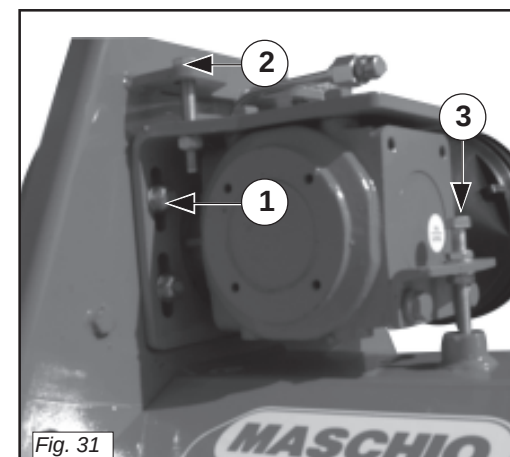

Fig. 31
- Allentare i bulloni che fissano il mozzo della puleggia superiore (1 Fig. 31) e il moltiplicatore (3 Fig. 31).
- Agire sulle viti (2 Fig. 31) in modo che le cinghie si tendano correttamente.
- Agire sulla vite (3 Fig. 31) per regolare il corretto allineamento delle pulegge.
- Stringere i bulloni che fissano il mozzo della puleggia superiore (1 Fig. 31).
- *Loosen the screws that fix the upper pulley hub (1 Fig. 31) and overdrive unit (3 Fig. 31).*
- *Work on the screws (2 Fig. 31) in order to tighten the belts correctly.*
- *Work on the screw (3 Fig. 31) to adjust the proper alignment of the pulleys.*
- *Lock the screw that fixes the belt stretcher (1 Fig. 31).*
- Desserrer la vis de fixation du tendeur de courroie (1 Fig. 31) et le groupe multiplicateur (3 Fig. 31).
- Agir sur les vis (2 Fig. 31) de manière à ce que les courroies se tendent correctement.
- Agir sur la vis (3 Fig. 31) pour ajuster le bon alignement des poulies.
- Bloquer la vis de fixation du tendeur de courroie (1 Fig. 31).
- Die Schraube anziehen, welche den Riemenspanner (1 Abb. 31) befestigt und Getriebegruppe (3 Abb. 31).
- Die Schrauben (2 Abb. 31) so drehen, dass die Riemen korrekt gespannt sind.
- Die Schraube (3 Abb. 31) so drehen, um die richtige Ausrichtung der Riemenscheiben zu regeln.
- Die Schraube, die den Riemenspanner befestigt (1 Abb. 31), wieder anziehen.
- Aflojar el tornillo que fija el tensor correa (1 Fig. 31) y el grupo multiplicador (3 Fig. 31).
- Operar con los tornillos (2 Fig. 31) en modo tal que las correas adquieran la tensión correcta.
- Operar con el tornillo (3 Fig. 31) para ajustar la correcta alineación de las poleas.
- Bloquear el tornillo que fija el tensor correa (1 Fig. 31).